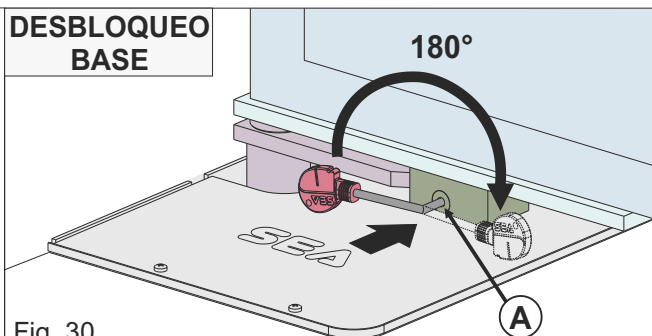

Fig. 30
- introducir la llave Allen suministrada en la ranura «A» y girarla 180° hacia el centro de la cancela (Fig. 30)